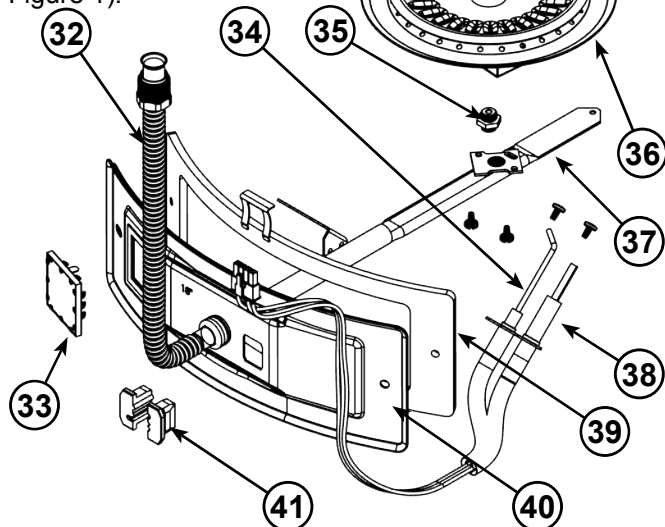
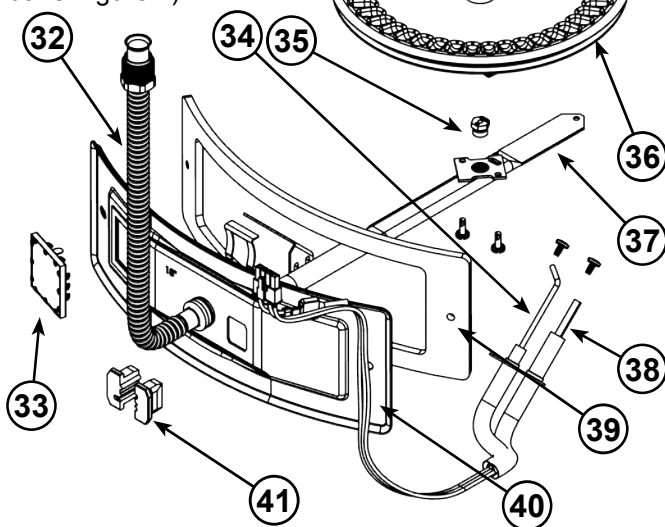
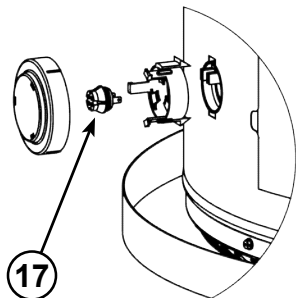
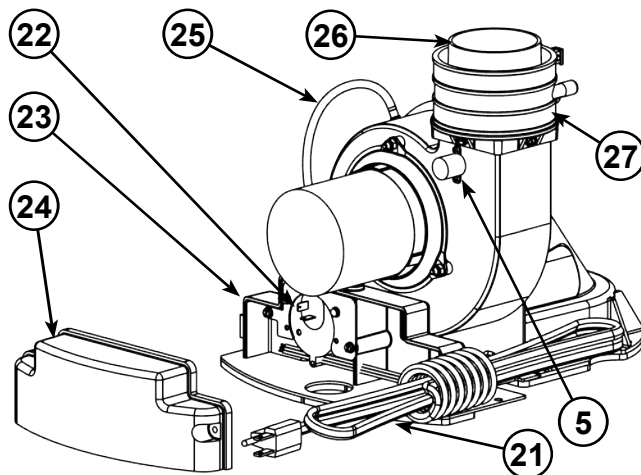

Figure 3.
Figure 4.
Figure 5.
Figure 6.
| 1 Coude de terminaison avec grille antivermine | 16 *Bac d'égouttement en métal | 34 Détecteur de flammes (voir Figure 3 et Figure 4) |
| 2 *Conduit d'évacuation | 17 Détecteur de vapeurs inflammables (sous couvercle) (voir Figure 5) | 35 Orifice de gaz (voir Figure 3 et Figure 4) |
| 3 *Accouplement du conduit d'évacuation (si requis) | 18 **Raccord de retour pour chauffage combiné (optionnel) | 36 Brûleur en tôle (voir Figure 3 et Figure 4) |
| 4 *Coude du conduit d'évacuation (long rayon) | 19 Boîtier d'admission d'air | 37 Collecteur (voir Figure 3 et Figure 4) |
| 5 Limiteur de température, soufflerie (voir Figure 6) | 20 **Raccord d'alimentation pour chauffage combiné (optionnel) | 38 Allumeur à élément chauffant (voir Figure 3 et Figure 4) |
| 6 Soupape T&P | 21 Soufflerie et cordon d'alimentation (voir aussi Figure 6) | 39 Joint d'étanchéité, porte du collecteur (voir Figure 3 et Figure 4) |
| 7 Raccord entrée d'eau froide/tube d'immersion | 22 Pressostat (dans boîte de jonction (voir Figure 6) | 40 Porte du collecteur (voir Figure 3 et Figure 4) |
| 8 Déflecteur de cheminée | 23 Boîte de jonction (voir Figure 6) | 41 Bloc passe-fil et étrier (voir Figure 3 et Figure 4) |
| 9 * Tuyau d'écoulement | 24 Couvercle boîte de jonction (voir Figure 6) | 42 *Robinet d'arrêt manuel, eau froide |
| 10 Commande du gaz/thermostat (Honeywell) | 25 Tube d'air (voir Figure 6) | 43 *Alimentation en gaz |
| 11 Commande du gaz électronique et couvercle (Honeywell) | 26 Accouplement en caoutchouc (voir aussi Figure 6) | 44 *Robinet d'arrêt manuel du gaz |
| 12 Robinet de vidange | 27 Collier de serrage (voir aussi Figure 6) | 45 *Raccord-union (alim. en gaz) |
| 14 Assemblage de la porte du collecteur (non illustré) (voir Figure 3 et Figure 4) | 29 Raccord de sortie d'eau chaude | 47 *Raccord-union (eau) |
| | 32 Tube flexible du collecteur (voir Figure 3 et Figure 4) | * , ** , *** , **** voir notes à la page suivante |
| | 33 Regard (voir Figure 3 et Figure 4) | |
Ce dispositif, situé sur la soufflerie (voir Figure 6, item 5), a pour fonction de limiter la température des gaz de combustion à la sortie de la soufflerie. Si la température monte au-dessus de la température de déclenchement, l'interrupteur s'ouvre et provoque l'arrêt du chauffe-eau. Cet interrupteur se réarme automatiquement quand la température redescend.
Ce dispositif, situé dans la boîte de jonction, surveille la pression de l'air générée par la soufflerie. Si le conduit d'évacuation se bloque ou est autrement restreint, cet interrupteur s'ouvre et provoque l'arrêt du chauffe-eau (voir Figure 6, item 22).